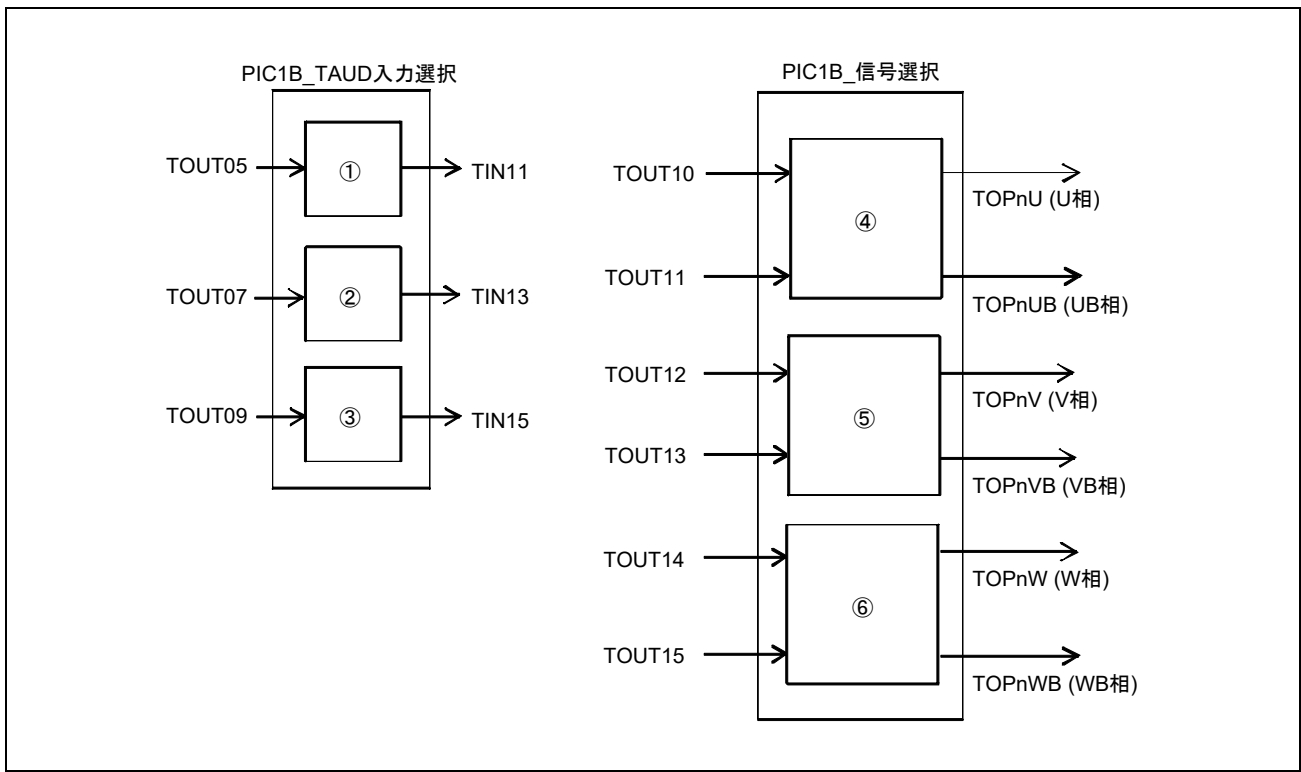

図 24.22 PIC1B ブロック図
TOUT05 を TIN11 として出力するための設定値 (図 24.22 ①)
出力 TOUT10, 11 を TOPnU, UB として出力するための設定値 (図 24.22 ④)
TOUT07 を TIN13 として出力するための設定値 (図 24.22 ②)
出力 TOUT12, 13 を TOPnV, VB として出力するための設定値 (図 24.22 ⑤)
TOUT09 を TIN15 として出力するための設定値 (図 24.22 ③)
出力 TOUT14, 15 を TOPnW, WB として出力するための設定値 (図 24.22 ⑥)